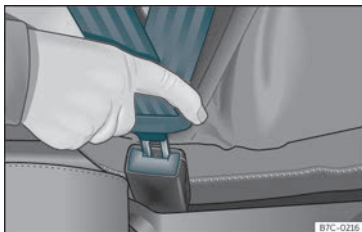

Fig. 9 Inserir la llengüeta del cinturó de seguretat en el seu tancament.
- Encasteu la llengüeta en el tancament del seient corresponent >>> **fig. 9**.